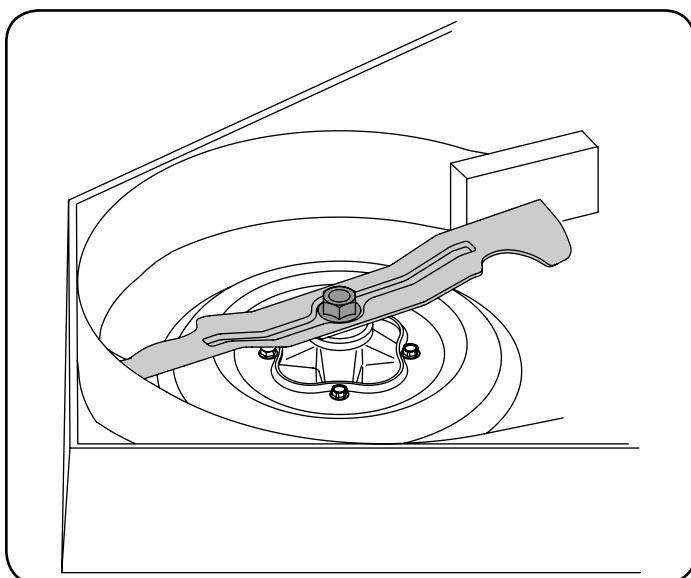

Figura 40
- Use una llave de 1-1/8" para sostener la tuerca hexagonal en la parte superior del conjunto del husillo cuando afloje la tuerca hexagonal que fija la cuchilla. Se puede colocar un bloque de madera entre el alojamiento de la plataforma y el borde de corte de la cuchilla para ayudar a aflojar la tuerca hexagonal que fija la cuchilla. Vea la Figura 40.